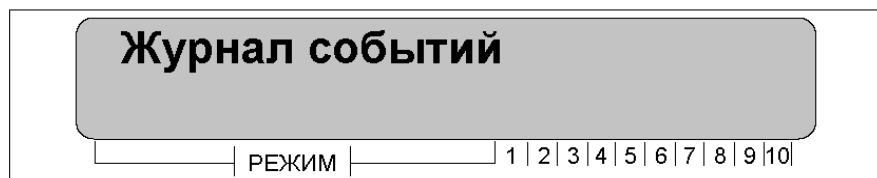

Рисунок 11
- осуществить вход в режим **«Журнал событий»** клавишей «ВВОД», рисунок 11.